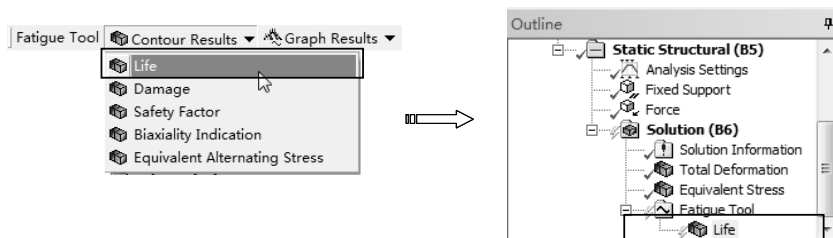

图 7-35 添加寿命求解项
3) 求解寿命。单击【Fatigue Tool】工具栏上的【Contour Results】|【Life】命令，此时在分析树中插入【Life】项，如图 7-35 所示。